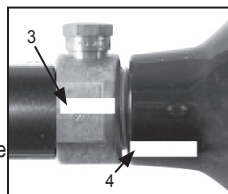

Figure 5: Bouteille et valve mal alignées
Lorsque vous dévissez votre bouteille (2), regardez les marques en vous assurant quelle restent alignées. Si ces deux marques commencent à se décaler, comme illustré en figure 5, alors vous saurez que votre bouteille (2) est en train de se dévisser de la valve (1). Vous devez alors **STOPPER** le retrait et amener l'ensemble à un technicien spécialisé dans le paintball, pour un retrait sûr, et/ou réparations.